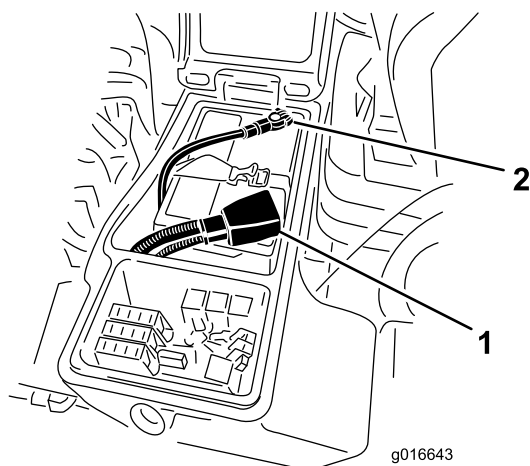

Figure 58
4. Raccordez le câble positif (rouge) de la batterie à la borne positive (+) et le câble négatif (noir) à la borne négative (-) (Figure 58). Fixez les câbles aux bornes avec les vis et les écrous. Assurez-vous que le collier du câble positif (+) est bien engagé sur la borne de la batterie et que le câble est placé tout près de la batterie. Le câble ne doit pas toucher le couvercle de la batterie. Placez le capuchon protecteur sur la borne positive pour éviter les courts-circuits.